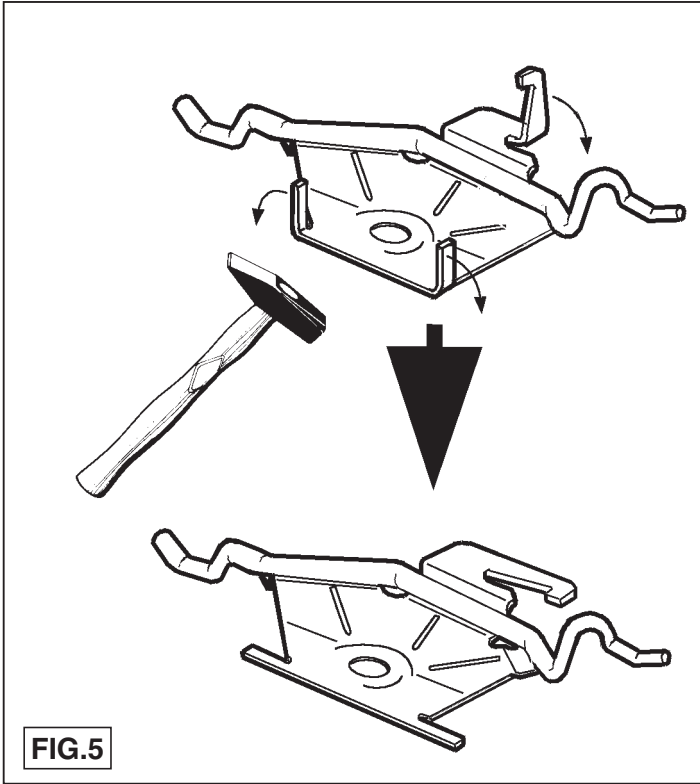

FIG.5
- * **En todos los tipos a partir del año 1999 se hará lo siguiente:** Torcer derechas las lengüetas salientes de la sujeción del tubo de escape como se indica en la fig. 5.
- * **Per tutti i modelli a partire dal 1999:** raddrizzare le linguette del fermo del tubo di scarico, come indicato in fig. 5.
- **Typy od 1999** : wyprostowaną krawędź ściętą pierścienia samouszczelniającego wygiąć wg. rys. 5.